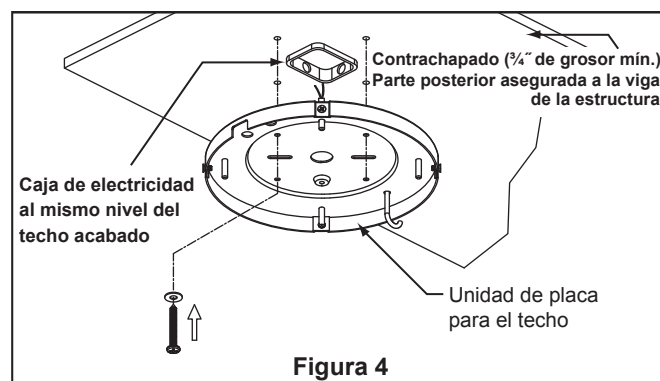

Figura 4
Se recomienda que cada ventilador y el motor tiene el respaldo de madera contrachapada de  $\frac{3}{4}$ " asegurado a un elemento de la estructura de apoyo adecuada (Figura 4). A 120 VAC de alimentación eléctrica, centrado en la unidad de motor y por cable a una velocidad de 3 de control (incluido) se requiere. La unidad de motor no funcionará más de cuatro cabezal / montajes de lámina.
3. En primer lugar, taladre los orificios guías de 1/8" en la base de contrachapado o viga de sujeción para evitar que se raje o rompa. Instale la unidad de placa para el techo en el techo con los tornillo de madera de cabeza plana y las arandelas planas. (Figura 4)